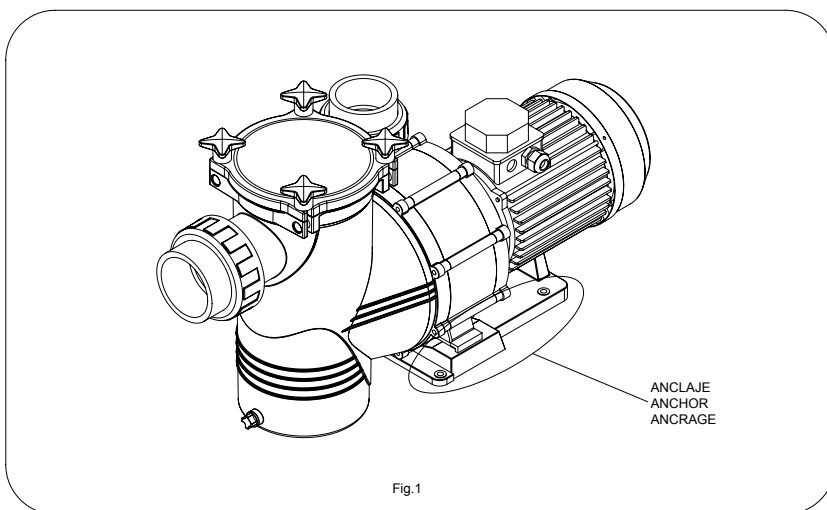

Fig.1
- Toutes les pompes sont dotées d'un pied pourvu de deux orifices destinés à fixer ces dernières au sol au moyen d'un ancrage (Fig.1).